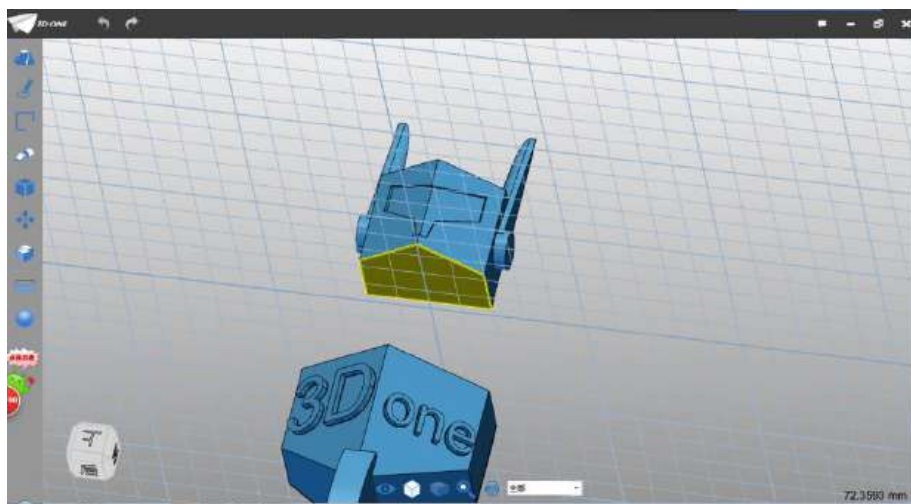

图 2-31
Step 31 布尔运算选择加运算。选择移动命令，选择头部，沿如图所示方向，移动距离 20，如下图 2-31 所示：
Step 31 选择圆命令，绘制平面选择如下图 2-31 所示：
Step 32 圆心输入 $(0, 8.5)$ ，半径设为 2.5，如下图 2-31 所示：